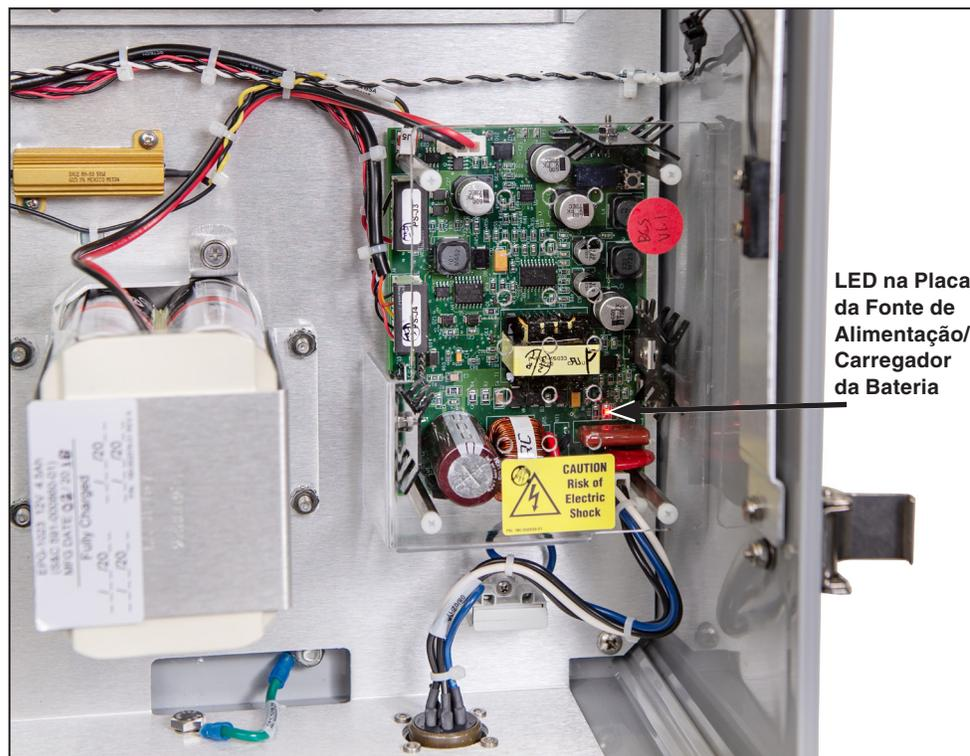

Figura 3. Placa de Alimentação/Carregador de Bateria do gateway de comunicação.
- PASSO 5.** Após um curto período de tempo, os LEDs na Placa de Alimentação/Carregador de Bateria e no controlador do gateway devem acender, indicando que o gateway de comunicação está recebendo alimentação. Ver Figura 1 na página 8 e Figura 3 abaixo.